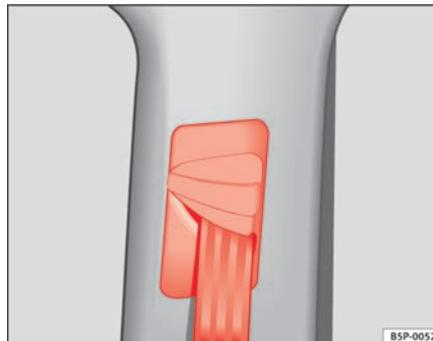

Fig. 16 Emplacement de montage du dispositif de réglage en hauteur des ceintures
- Appuyez sur le haut de la ferrure d'inversion et maintenez celle-ci dans cette position ⇒ fig. 16.